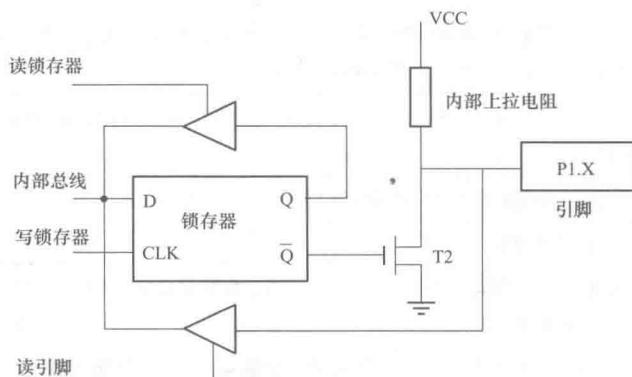

图 1-6 P1 口
2) P1 口 (见图 1-6)。一般作通用 I/O 口使用, 在电路结构上与 P0 口有一些不同之处。它不再需要多路转接电路 MUX, 电路的内部有上拉电阻。与场效应管共同组成输出驱动电路。作为输出口使用时, 能向外提供推拉电流负载, 无需再外接上拉电阻。